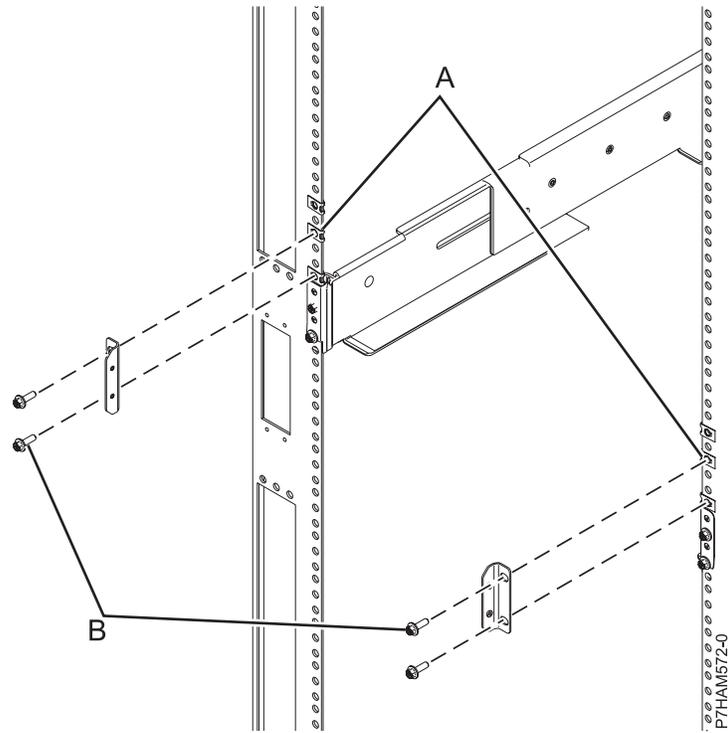

Abbildung 13. Installieren der Halterungen
- m. Installieren Sie Halterungen **(A)** an der Rückseite des Racks am linken und rechten Rackflansch (siehe Abb. 13 auf Seite 15). Fixieren Sie jede Halterung mit M5-Schrauben **(B)** an den beiden Positionen direkt über der Führungsklemme, an denen die Klemmmuttern befestigt wurden.